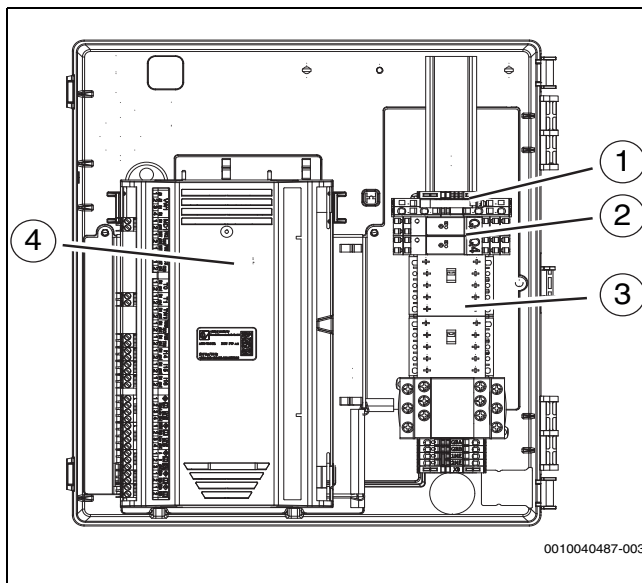

Bild 33 Anordnung der Komponenten im Klemmenkasten
- Anschlusskabel über die Kabelverschraubungen auf der Rückseite durch die Wellschläuche führen. Eine Verlängerungsschnur verwenden. Die richtige Reihenfolge der Schläuche ist Abbildung 33 zu entnehmen.
- Kabel mit Kabelbindern an den Befestigungspunkten befestigen (→Abbildung 33 [7] und [9]). Darauf achten, die Kabel nicht über Kreuz zu verlegen.